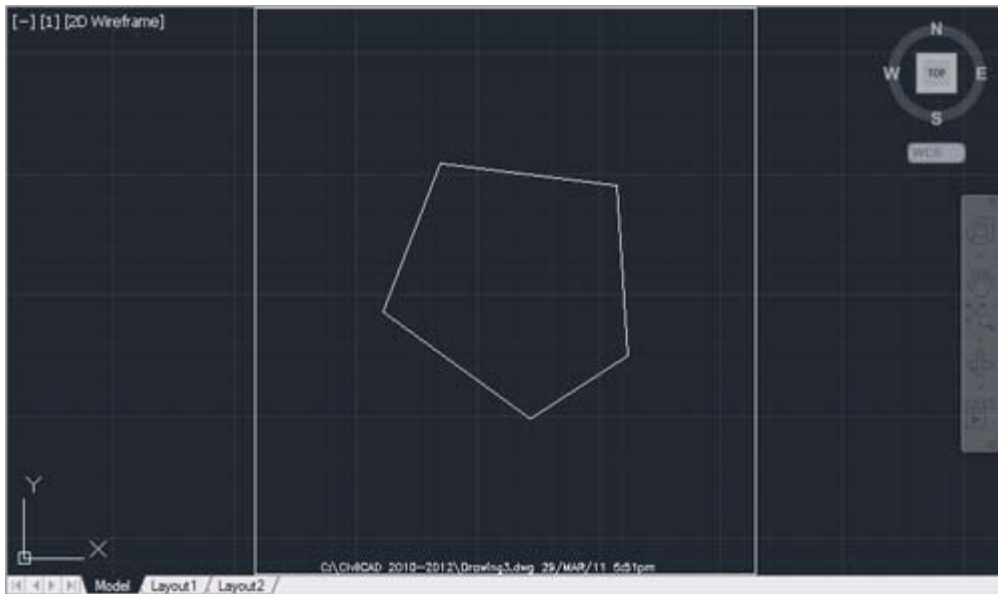

Fig. 5: Margen insertado
7. **Menú CivilCAD > Preparar Hoja**. Escoja tamaño A (carta) y formato Vertical y aceptar escala 1 a 1,000 (Fig. 5).